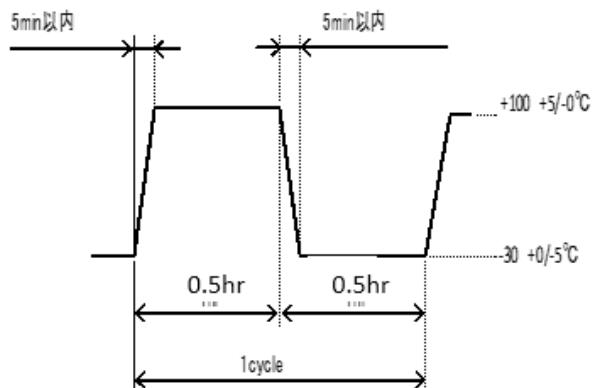

Fig4. 温度プロファイル Thermal profile
- 4)試験槽に 102deg C (0.5h)→-32deg C(0.5h) を 1 サイクルとした 500 サイクルのプロファイルを入力する。 (Fig4)
4) Enter 500 cycles program with 102 degC (0.5 hr) → -32 degC (0.5 hr) as one cycle in the test chamber. (Fig4)